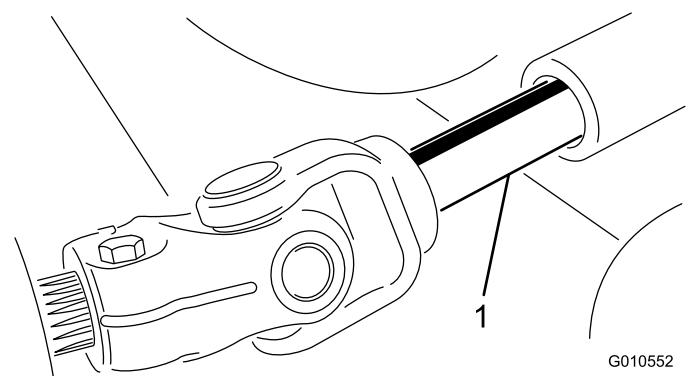

Figura 25
3. Rode a unidade de corte afastando-a da unidade de tração, separando as secções macho e fêmea do veio da tomada de força (Figura 25).
3. Deslize o veio macho da tomada de força ao veio fêmea da tomada de força (Figura 25).